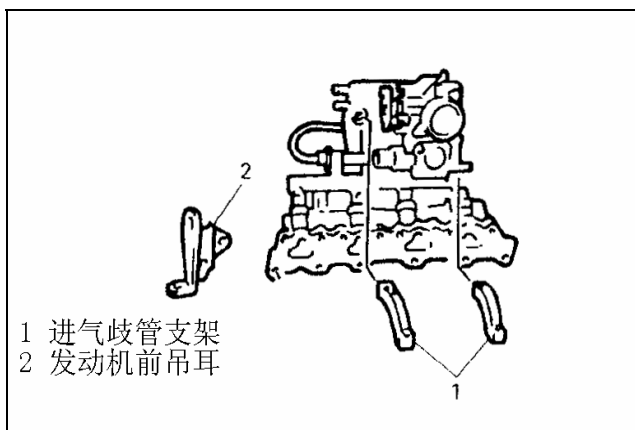

Рис. 4-23.
10). Снять передний и задний кронштейны впускного коллектора и переднюю скобу крепления двигателя, Рис. 4-23.